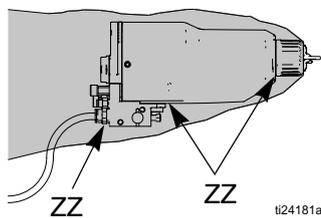

图 13. 检查是否有漏液
作业期间，定期检查喷枪保护罩 (ZZ) 的所有开口，看是否存在流体。参见图 13. 这些区域的液体表明有液体泄漏到保护罩内，这可由液体管连接处的泄漏或液体密封泄漏引起。